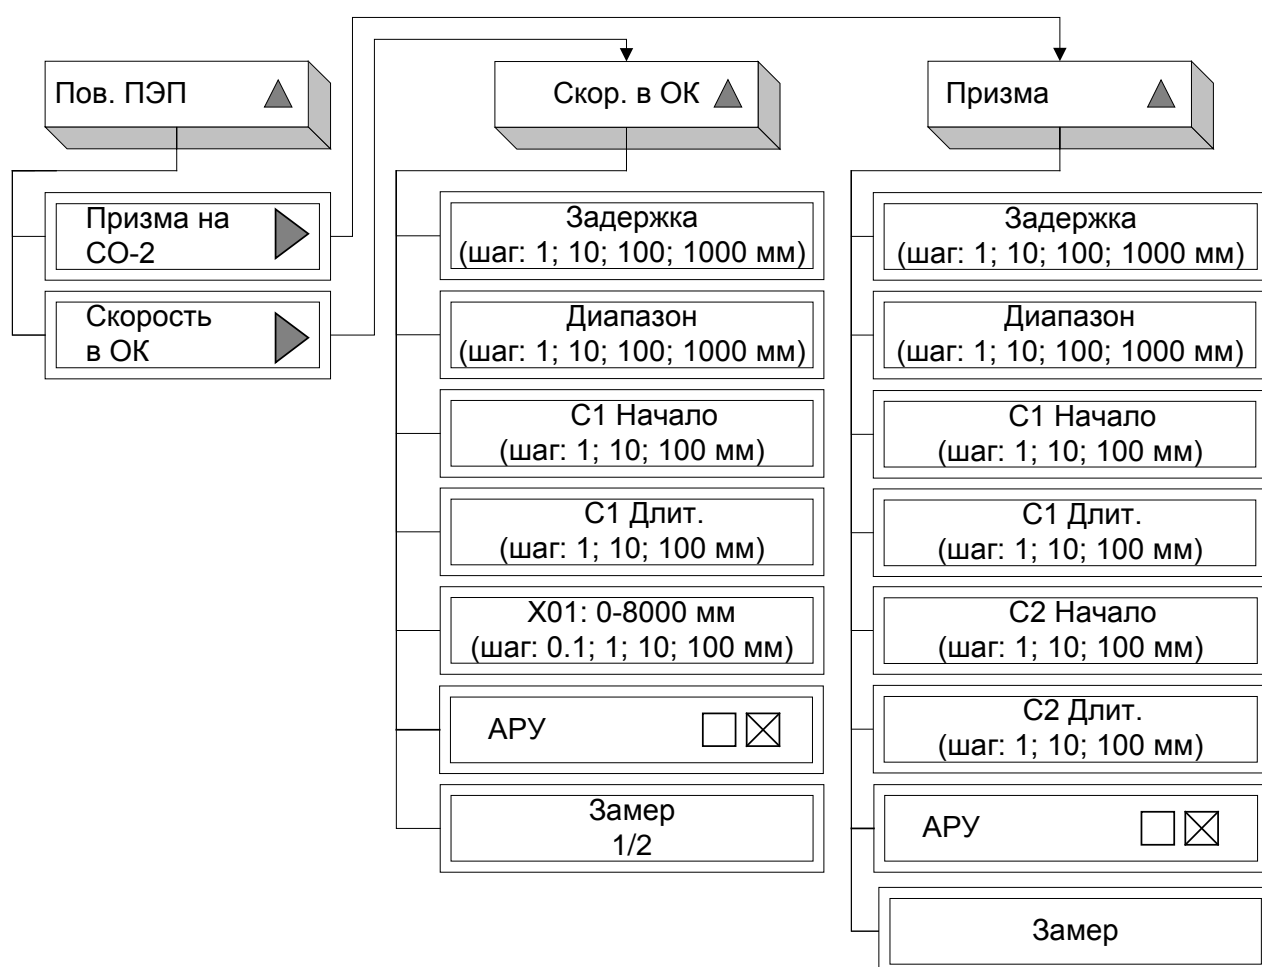

Рисунок 27 – Меню «Поверхностной волны ПЭП»
6.3.1.7.7.3 Пункт **«Поверхностной волны ПЭП»**: открывает подменю для калибровки типов ПЭП поверхностной волны и содержит пункты (рисунок 27):